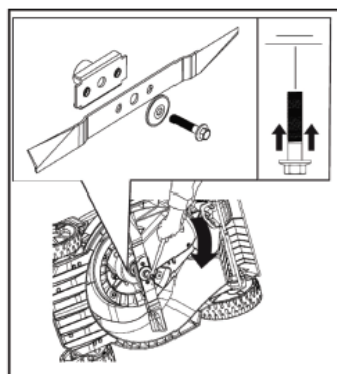

Рис. 10
- Удерживая нож с помощью гаечного ключа отсоедините болт от крепления (см. Рис. 10) ножа и снимите шайбу.